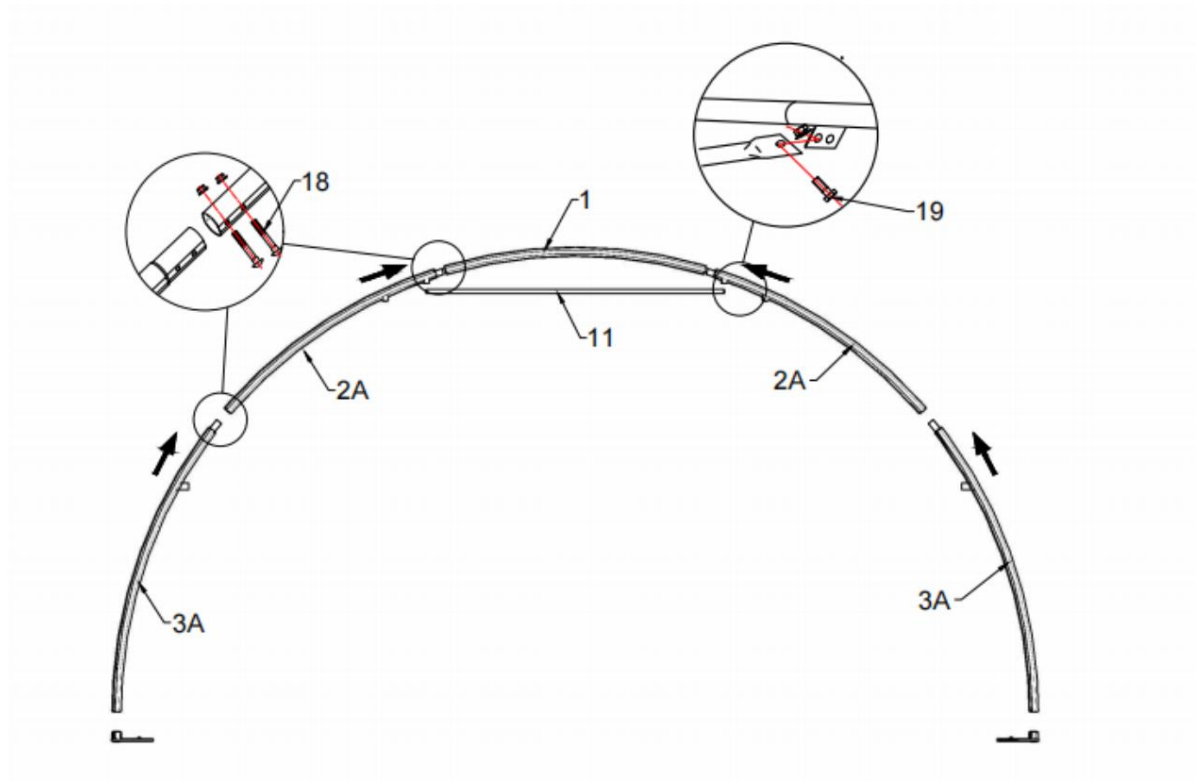

Figure 2
1. Comme illustré sur les figures 2 et 3, pour trouver un tube cintré de toit (n° 1), deux morceaux de tubes cintrés centraux (n° 2), inférieur